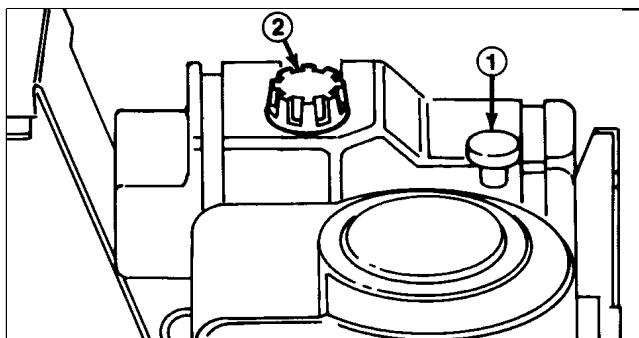

Abbildung 9
2. Den Ölmeßstab abschrauben und aus dem Füllstutzen entfernen (Abb. 9).
1. Den Bereich um den Füllstutzen reinigen, um ein Eindringen von Fremdkörpern in den Tank beim Entfernen des Tankdeckels zu vermeiden (Abb. 9).